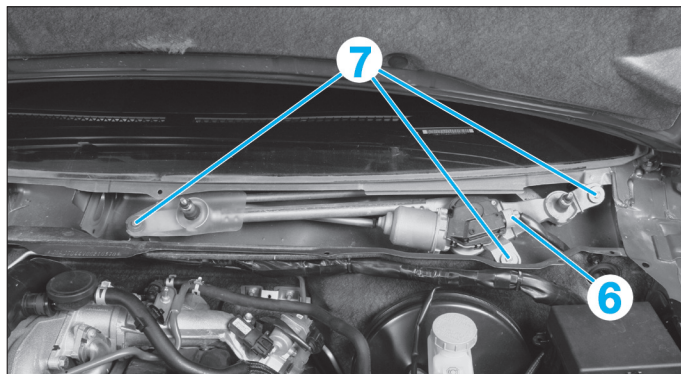

FIG. 15
- Débrancher le connecteur (6) du moteur d'essuie-vitre (Fig. 15).
- Déposer les trois vis de fixation du mécanisme (7).